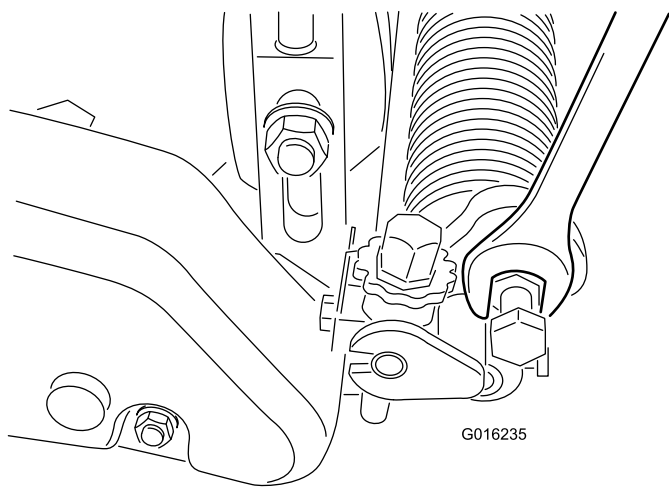

図 24
- B. アームを上下させて A ポジションまたは B ポジションにセットする 図 24。